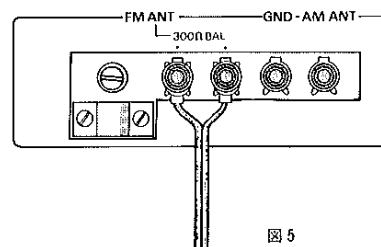
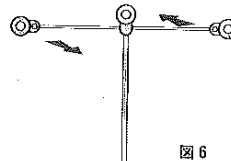

図5
図6
①付属のT字型簡易アンテナのフィーダー線をリアパネルのFM 300Ω端子に接続し(図5)、水平部分の両端をピンと伸ばし、ゆっくりと180度回転させて最も受信状態の良くなる方向を選び、壁などに固定します。(図6)